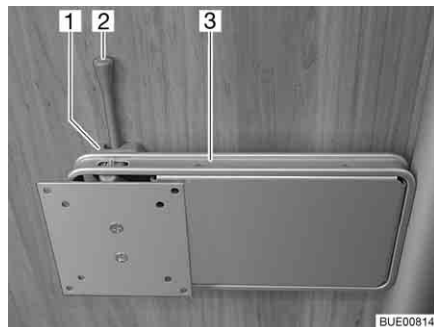

Fig. 46 Support sur colonne
- Pousser le levier de déverrouillage (Fig. 46,2) sur le côté et pivoter le support (Fig. 46,3) et l'écran plat pour les amener en position souhaitée.
- Pivoter l'écran plat en sens inverse, jusqu'à ce que le support (Fig. 46,3) s'enclenche dans le verrouillage (Fig. 46,1).